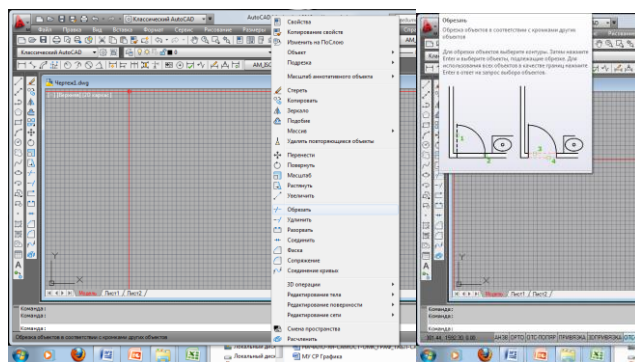

Рисунок 5.22 - Команда «Обрезать»
- щелчком мыши по кнопке  на панели инструментов «Редактирование», из строки меню «Редактировать» - «Обрезать» (рисунок 5.22). Подрезание осуществляется путем указания фрагмента объекта, который нужно подрезать, и режущей кромки, служащей границей подрезания. Нажать Enter (или правую клавишу мыши).